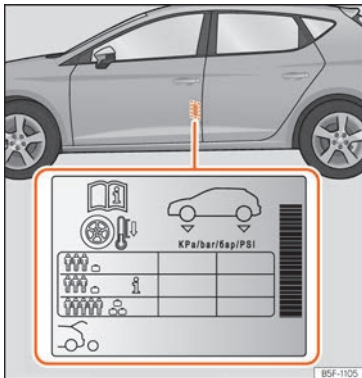

Abb. 323 Einbauort des Aufklebers für den Reifendruck.
- Passen Sie bei größerer Zuladung den Reifendruck entsprechend an »» **Abb. 323**.
Die Angaben zum Reifendruck befinden sich auf einem Aufkleber an der B-Säule der Fahrertür »» **Abb. 323**.
Je nach Fahrzeug kann der Reifendruck auf halbe Last eingestellt werden, um den Fahrkomfort zu verbessern (Reifendruck **i** »» **Abb. 323**). Beim Fahren mit Komfort-Reifendruck kann sich der Kraftstoffverbrauch leicht erhöhen.
Der Reifendruck muss der aktuellen Fahrzeugbelastung angepasst werden. Wenn das Fahrzeug voll beladen werden soll, muss der Reifendruck entsprechend dem auf dem Reifendruck-Aufkleber »» **Abb. 323** angegebenen maximalen Wert erhöht werden.
Füllen Sie bei einem minimierten Notrad (125/70 R16 oder 125/70 R18) auf einen Druck von 4,2 bar, gemäß Angabe auf dem Aufkleber mit den Reifendruckwerten »» **Abb. 323**.
»» Abb. 323.
- Immer den richtigen Reifenfülldruck am kalten Reifen einhalten, wie auf dem Aufkleber angegeben »» Abb. 323.